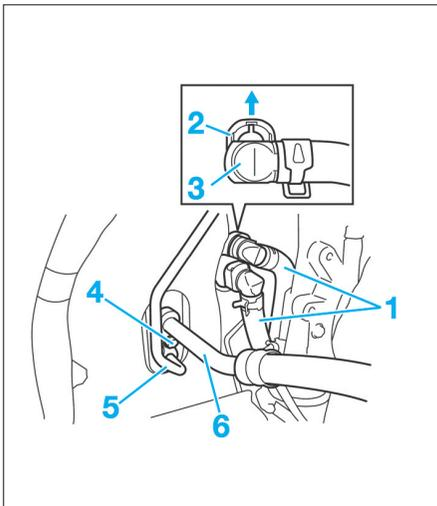

FIG. 11
- Débrancher la durite (1) d'arrivée et de retour du radiateur de chauffage (**Fig.11**).
- Libérer complètement la plaque de verrouillage (2) dans le sens de la flèche.
- Déposer le raccord (3) rapide.
- Desserrer la vis (4) et désaccoupler la canalisation haute (5) et basse (6) pression du détendeur.